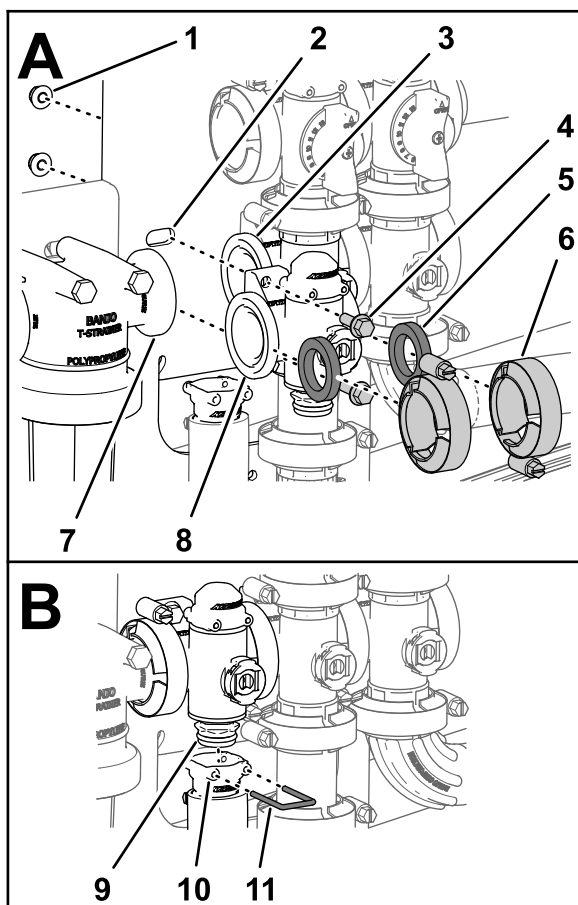

Figura 126
- Monte a válvula de controlo de aplicação na montagem da válvula com dois parafusos de cabeça flangeada, e duas porcas flangeadas (A de Figura 126) que removeu no passo 3 de Remoção da válvula do coletor do controlo de aplicação \(página 81\) e aperte a porca e parafuso com 10 a 12 N·m.